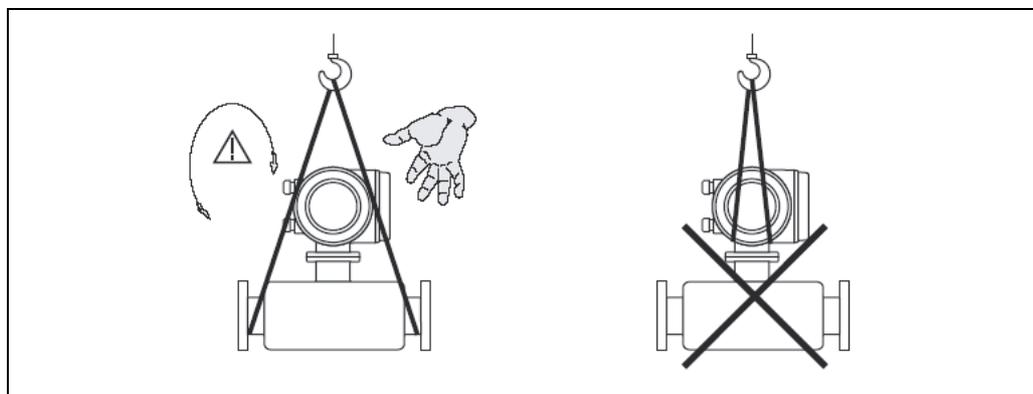

Рис. 4: Указания по транспортировке сенсоров с ДУ 40...100 (1 1/2" ... 4")
- Для приборов с номинальными диаметрами ДУ 40...100 (1 1/2" ... 4") не допускается поднятие при транспортировке за корпус трансмиттера или за соединительный корпус раздельного исполнения (Рис. 4). Для транспортировки используйте стропы с захватом обоих технологических соединений. Применение цепей не допускается, т.к. это может привести к повреждению корпуса.